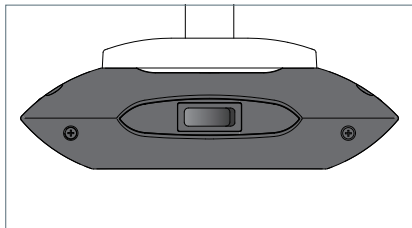

Fig. 15: Pulsante.
- Premere il pulsante, vedi Fig. 15.
- Premere il pulsante e tenerlo premuto, vedi Fig. 15.